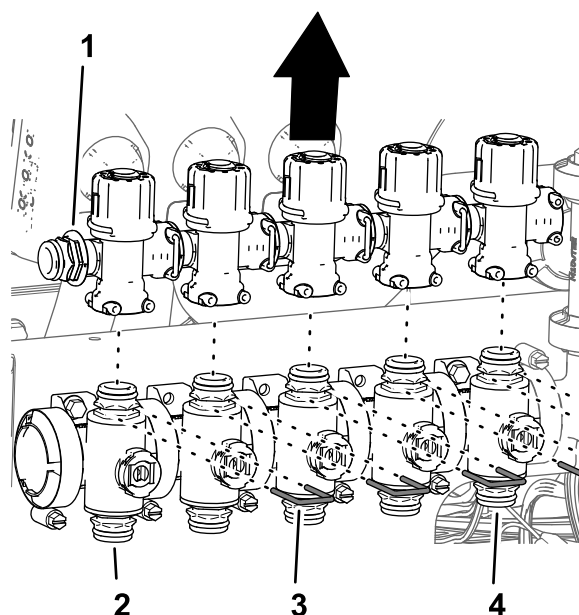

Figura 100
4. Rimuovete i fermi che fissano le valvole di bypass alle valvole degli ugelli da 1 a 7 (Figura 100).
5. Sollevate le valvole di bypass dalle valvole degli ugelli da 1 a 5 (**Figura 100**).